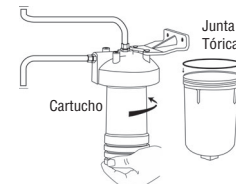

Figura 11
11. Instale el cartucho enrosándolo al cabezal unas 5 ó 6 vueltas. No lo apriete demasiado. Lubrique la junta tórica con agua y póngalo en la ranura del armazón. Enrosque el armazón al cabezal de nuevo, apretándolo con la mano. Usar la llave para apretar el armazón podría dañarlo y resultar en pérdida de agua. (Figura 11)